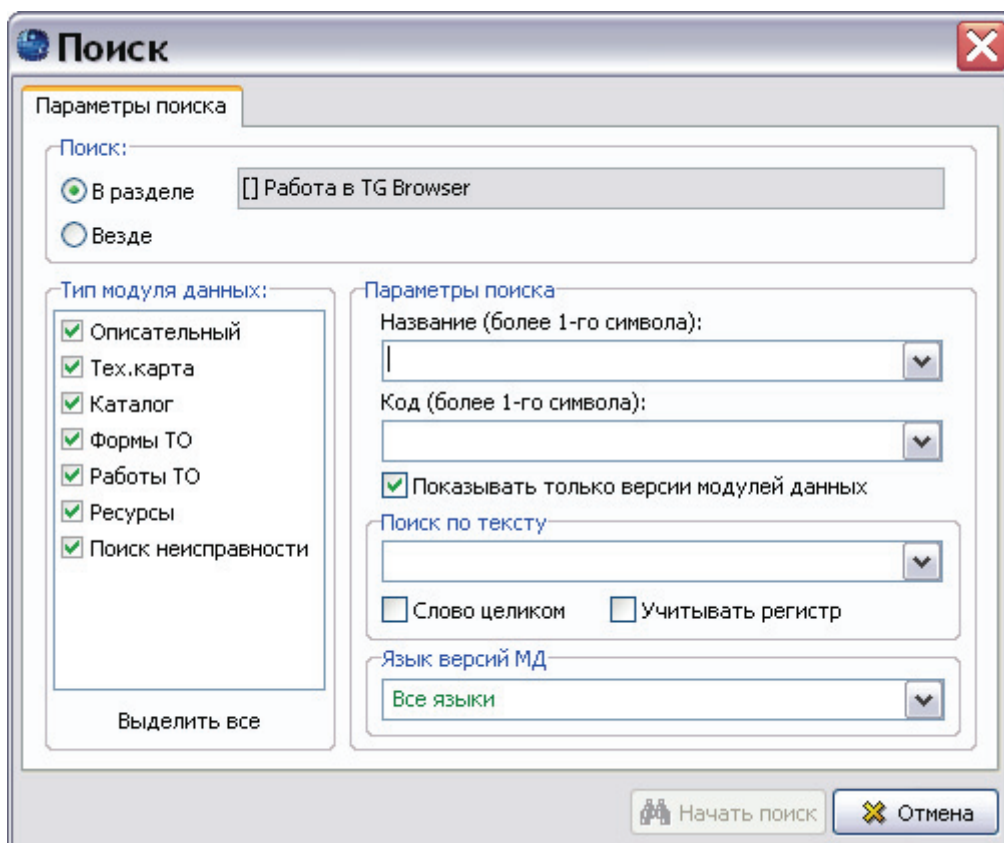

Рис. 3.10
2. Нажмите на кнопку **Поиск** , в выпадающем меню выберите пункт **Поиск ...** (или нажмите клавиатурную комбинацию CTRL+F). При этом откроется окно **Поиск** (рис. 3.10).